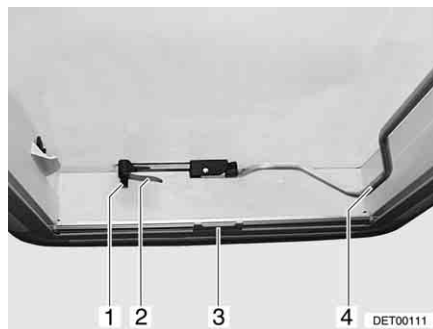
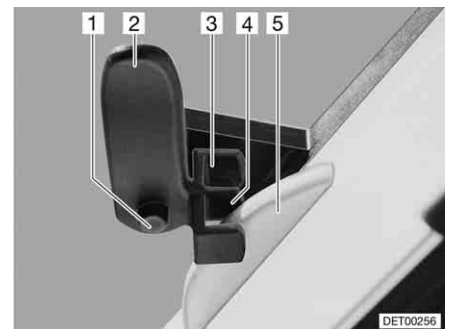

Bild 57 Heki-taklucka, stängd
Bild 58 Heki-takluckan i ventilationsläge 1
- Tryck ned låsknappen (Bild 57,1) och vrid låsarmen (Bild 57,2) ett kvarts varv inåt.
- Dra ut bygel (Bild 57,4) nedåt, så att spärren släpper.
- Vrid låsarmen (Bild 57,2 och Bild 58,2) ett kvarts varv. Takspärrens tapp (Bild 58,5) måste hakas in i den översta fästdelen (Bild 58,3).
- Tryck på låsknappen (Bild 58,1) och vrid tillbaka låsarmen (Bild 58,2). Takspärrens tapp (Bild 58,5) måste hakas in i den nedre fästdelen (Bild 58,4).